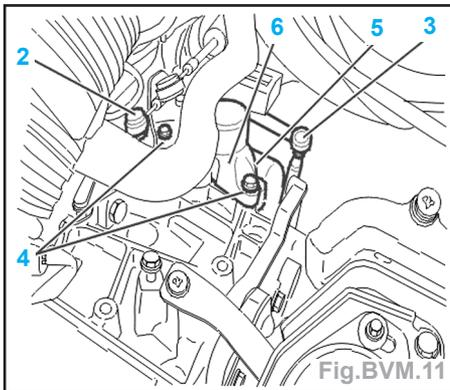

Fig. BVM.11
- Désaccoupler (Fig. BVM.11) :
- la biellette de passage (2),
- le support de biellettes de commande de vitesses; accoupler les biellettes (2) et (3) (Fig.BVM.11),
- les vis (4) à 1,9 daN.m,
- l'écrou (5) à 1,3 daN.m,
- le support faisceau (17).
- Reposer le cylindre récepteur (14).
- Serrer les vis (15) à 2 daN.m.
- l'impacteur (24),
- les écrous (21),
- les vis (22),